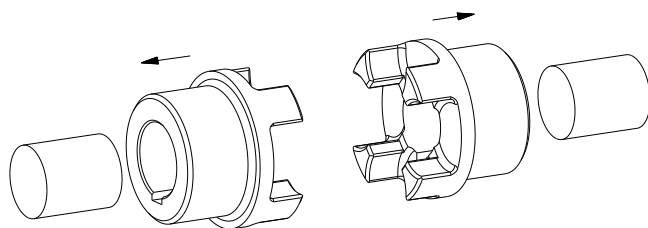

Figura 13: Montaggio dei mozzi
- Montare i mozzi sull'albero del lato di comando e lato condotto (vedi figura 13).